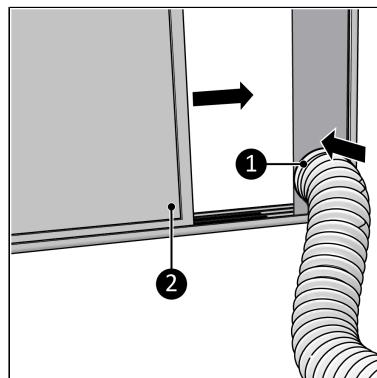

Figure 61.
5. Fermez la fenêtre (Figure 61, pos. 2). Ceci maintiendra le kit de fenêtre en place.
6. Reliez le raccordement du kit de fenêtre au kit de fenêtre (Figure 61, pos. 1).